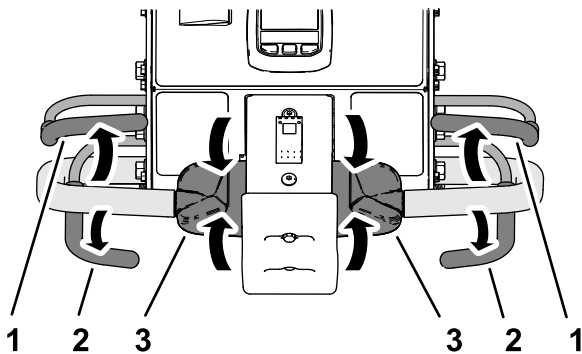

**図 85**
**重要** マシンを即座に停止させるにはバンプストップスイッチを使用します 図 85。